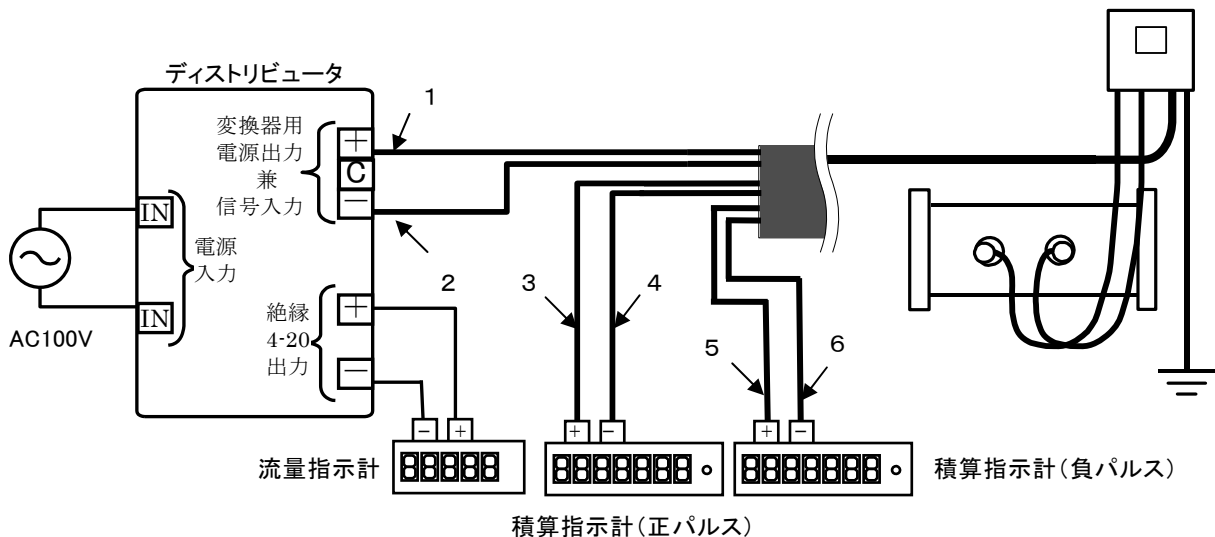

図 13 構成例
- ・図13に例を示します。出力電圧の確認が済んだら電源スイッチを切り、UFR-40の入出力ケーブル（電源兼アナログ出力ケーブル）を極性に注意して接続します。（表1参照）